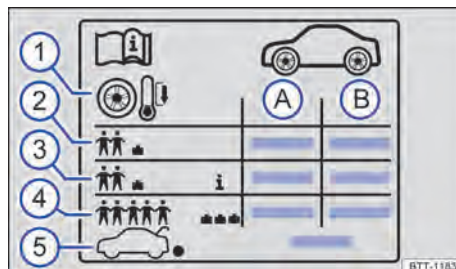

Fig. 180 Etiqueta con las presiones de los neumáticos
Indicaciones en la adhesivo de la presión de los neumáticos → fig. 180:
- Adecuar la presión de los neumáticos según la carga del vehículo → fig. 180 ③.